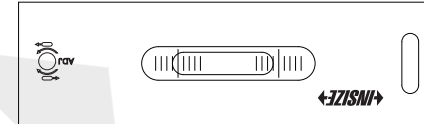

Fig.3
c) Gire el nivel 180°, deslice (no coloque) el nivel en la misma posición de la superficie (Fig.3).